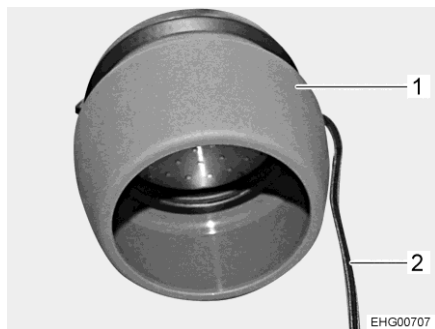
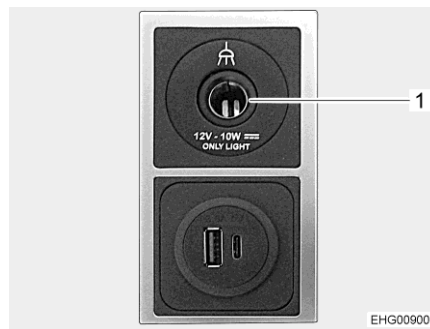

Bild 74 Pendellampa
Bild 75 12 V-uttag och USB-uttag
- Sätt upp pendellampan (Bild 74,1) på önskad plats.
- Anslut pendellampans kabel (Bild 74,2) till närmsta 12 V-uttag (Bild 75,1).